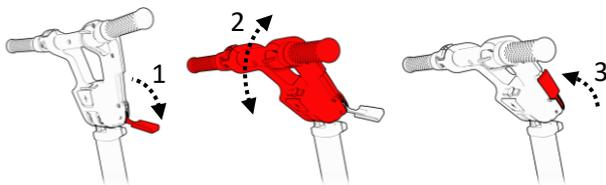

Figure 23 Réglage de l'angle de la console de conduite
1. Tenez la console de conduite d'une main et dégagez le levier de réglage de l'autre main (1).
2. Réglez l'angle de la console de conduite pour vous permettre de l'atteindre et maintenez-la en position confortable pour assurer une bonne visibilité de l'écran d'affichage (2).
3. Refermez le levier de réglage lorsque vous avez terminé (3) (voir la figure 23).